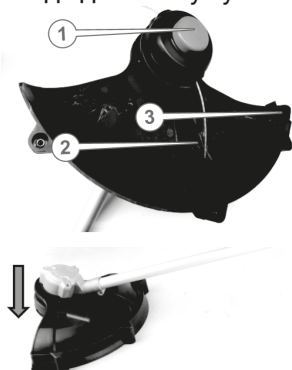

Рисунок 17. Схема перевірки механізму подачі жилки.
2. Перевірити подачу жилки (2, рис. 17), для чого – притиснути різальну головку (1, рис. 17) до землі під час роботи інструменту. Після подачі зайва жилки має бути автоматично обрізана нерухомим ножом (3, рис. 17) захисного кожуха до потрібної довжини.